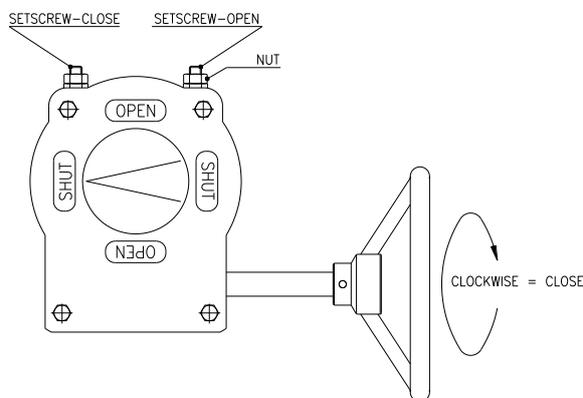

Figura 10: Regolazione della vite di arresto del riduttore sinistrorso
4. Quando non è possibile raggiungere la posizione di chiusura completa, allentare la chiusura della vite di arresto (vedere la Figura 10) ruotandola in senso antiorario. Continuare a ruotare il volantino finché la valvola non è completamente chiusa.